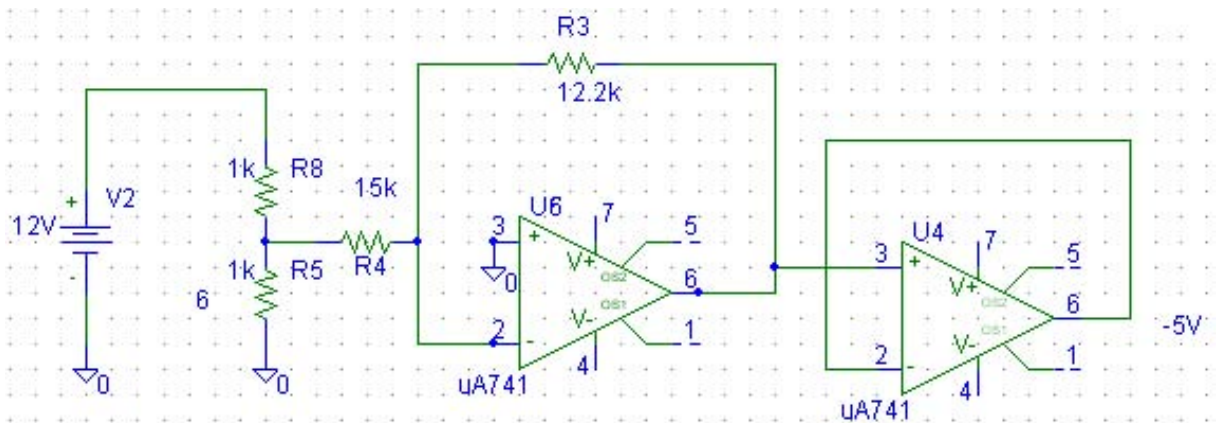

Figura 92: Amplificador de voltaje inversor con seguidor de voltaje a la salida.
2. Obtener un voltaje constante de $-5V$ a partir de la fuente simétrica de alimentación. Se hace un divisor de voltaje con dos resistencias de $1k\Omega$ en serie entre $0V$ y $12V$ para obtener $6V$ en cada resistencia. Esos $6V$ se toman de una de las resistencias y se aplican a un amplificador operacional configurado como amplificador de voltaje inversor con ganancia de $0,813$, de esta manera se obtiene la constante de $-5V$. El diagrama se muestra en la figura 92.